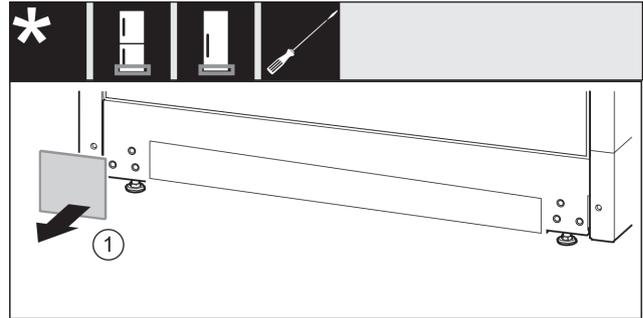

Fig. 35
- ▶ Skinite pokrov. Fig. 35 (1)